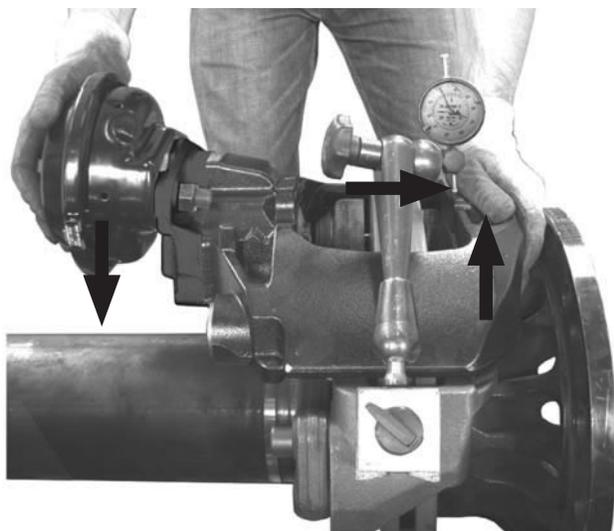

Figura 14: *inclinación de la cámara del freno al eje*
4. **Sujete** el soporte magnético del indicador de carátula al porta caliper o el eje (Figura 14).
6. **Presione** el indicador de carátula contra el punto de medición en el caliper de freno (Figura 14).